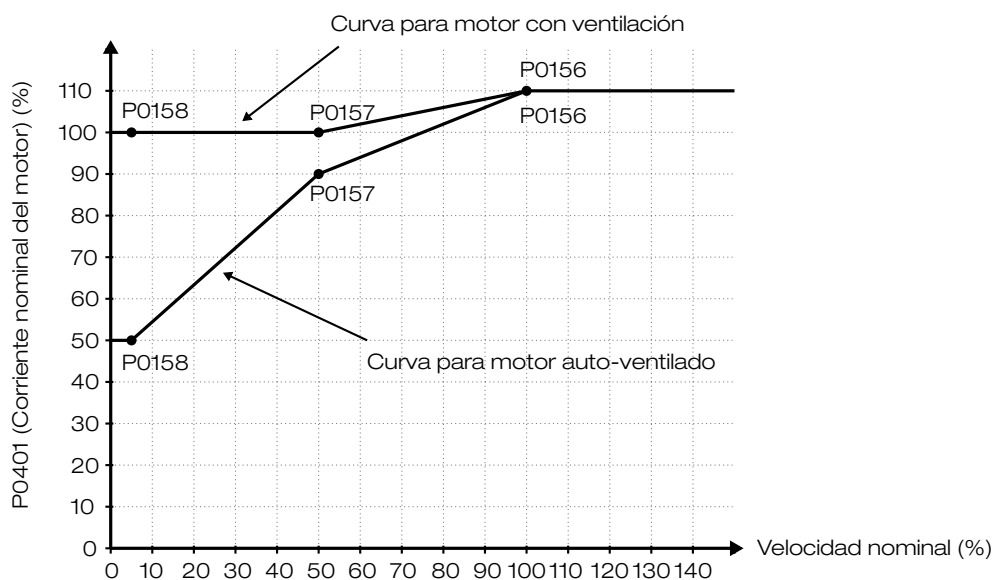

Figura 5.20: Niveles de la protección de sobrecarga
- Los parámetros P0156, P0157 y P0158 son los tres puntos utilizados para formar la curva de sobrecarga del motor, como es presentado en la Figura 5.20 en la página 5-30 para el ajuste de fábrica.